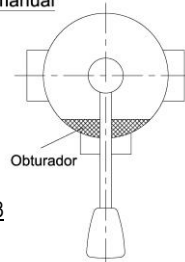
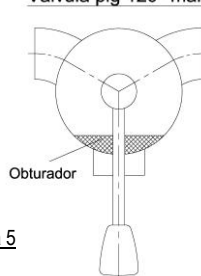

Figura 3
Figura 5
- Válvula de arco 90° de 3 vías manual / válvula pig 120° manual: la posición del obturador está indicada por la posición de la maneta (véase Figura 3 y Figura 5)